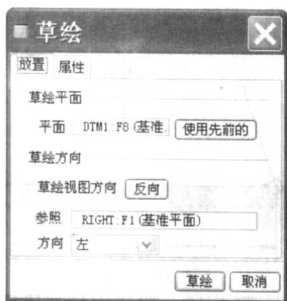

图 1-16 【草绘】对话框
(2) 在工具栏中单击 按钮, 或者依次选择【插入】|【拉伸】命令, 弹出拉伸属性面板, 在面板中单击【放置】按钮, 弹出上滑面板, 再单击【定义】按钮, 打开【草绘】对话框。
(3) 选取刚完成的基准平面 DTM1 平面为草绘平面, 选取 RIGHT 平面为草绘方向的参考平面, 参考方向为【左】。【草绘】对话框参数设置如图 1-16 所示。